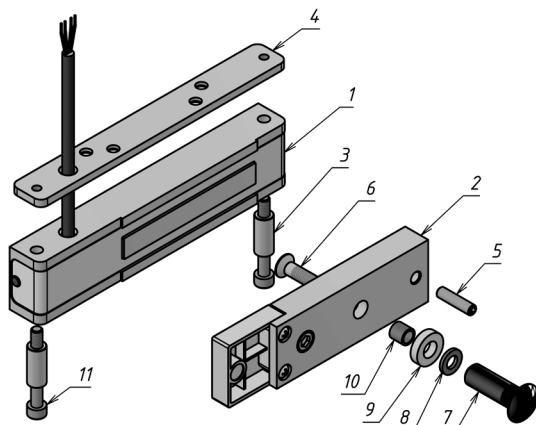

Рисунок 1 – Комплект поставки замка
3.1 Комплект поставки (рисунок 1):
- корпус (1)..... - 1 шт.
- якорь (2)..... - 1 шт.
- втулка (3)..... - 2 шт.
- планка резьбовая 150P (4)..... - 1 шт.
- комплект крепления якоря: штифт (5),
4.2 Корпус (поз.1 рисунок 1) крепится в верхней части дверной коробки на предварительно установленную планку резьбовую 150Р (поз.4) на максимальном удалении от петель двери. Крепление корпуса к дверной коробке возможно с помощью Уголка 150Р, Планки 150Р и комплекта МК 150-200-KU, приобретаемых дополнительно.